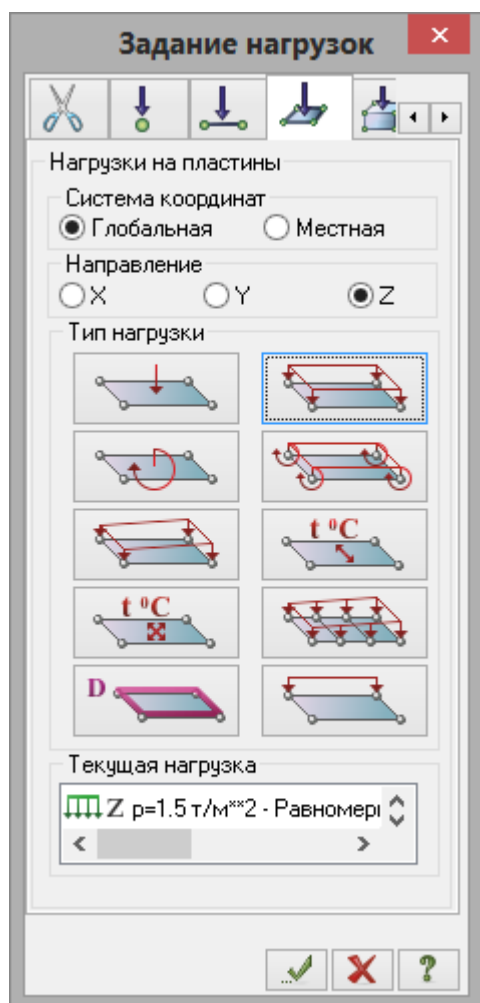

Рис.21.17. Диалоговое окно **Задание нагрузок**
- Вызовите диалоговое окно **Задание нагрузок** на закладке **Нагрузки на пластины** (рис.21.17) выбрав команду  – **Нагрузка на пластины** в раскрывающемся списке **Нагрузки на узлы и элементы** (панель **Нагрузки** на вкладке **Создание и редактирование**).